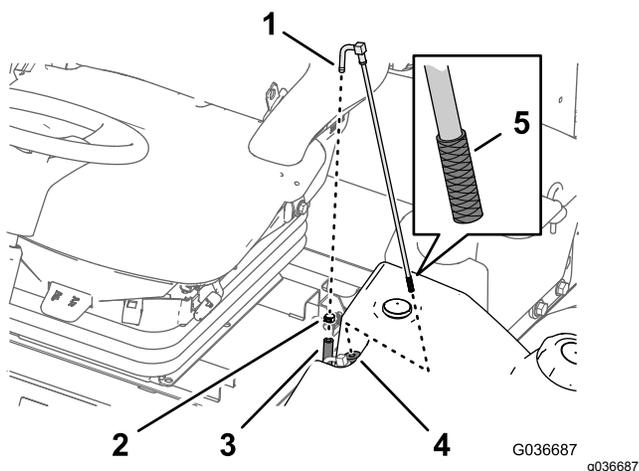

Рисунок 91
1. Снимите шланговый хомут, который крепит шланг подачи топлива к штуцеру топливозаборной трубки (Рисунок 91).
2. Отсоедините шланг от штуцера (Рисунок 91).
3. Извлеките топливозаборную трубку из топливного бака (Рисунок 91).
4. Очистите от загрязнений сетчатый фильтр на конце топливозаборной трубки (Рисунок 91).
5. Вставьте топливозаборную трубку в резиновую втулку и в бак (Рисунок 91).